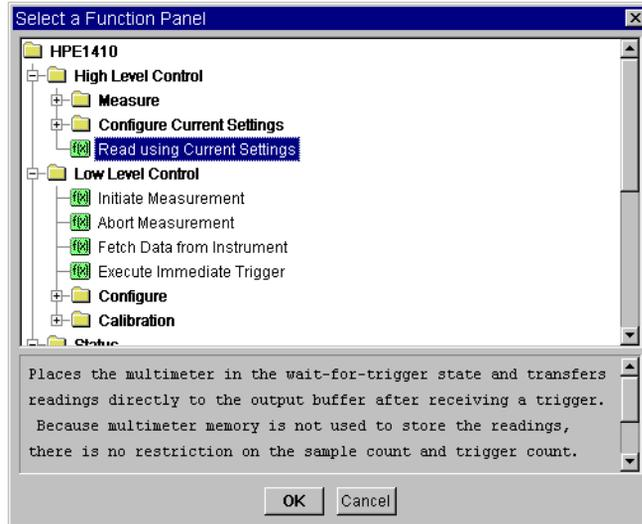

図7-2. Select a Function Panelダイアログ・ボックス
1. 空のトランザクションをダブルクリックするか、オブジェクト・メニューから Add Trans または Insert Trans を選択します。Select a Function Panel ダイアログ・ボックスが表示されます。ここでは、測定や構成などの論理的カテゴリに分類されて関数パネルが表示されます(図7-2)。カテゴリはドライバごとに異なります。